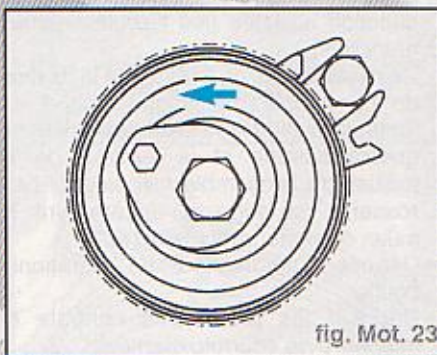

fig. Mot. 23
- à l'aide de l'entraînement à six pans, tourner le galet-tendeur d'entraînement principal dans le sens inverse d'horloge pour l'amener dans la position suivante (fig. Mot. 23)